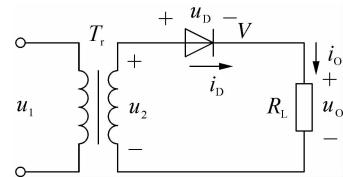

图 1-1-14 半波整波电路
1. 如图 1-1-14 所示的半波整流电路中, 已知 $R_L = 100 \Omega$, $u_2 = 20 \sin \omega t$ (V), 试求输出电压的平均值 U_o 、流过二极管的平均电流 I_D 及二极管承受的反向峰值电压 U_{RM} 的大小。